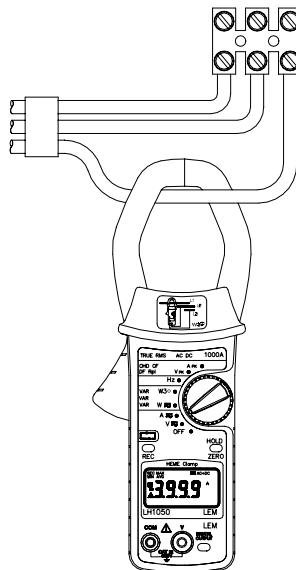

Abb. 2
- Den Zangenöffnungshebel drücken, um die Backen zu öffnen und sie, wie in Abb. 2 dargestellt, um den stromführenden Leiter herumzulegen.
- Zur Messung der Stromfrequenz den Zangenöffnungshebel drücken, um die Backen zu öffnen und sie, wie in Abb. 2 dargestellt, um den stromführenden Leiter herumzulegen. Den angezeigten Wert ablesen.